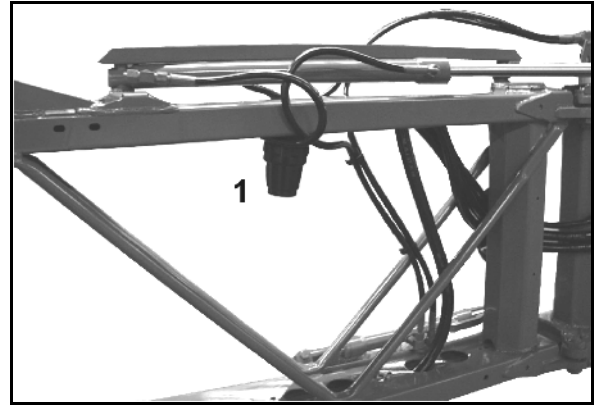

Fig. 155
- Rengør slangefiltrene (Fig. 155/1) hver 3.-4. måned alt efter anvendelsesforholdene.